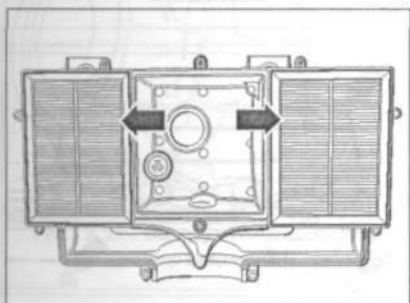

Рис. 2.8. Извлеките фильтрующие элементы.
20. Извлеките фильтрующие элементы (рис. 2.8).